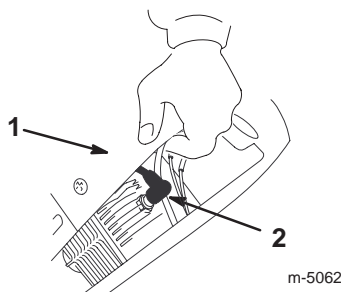

Bild 18
2. Befestigungsschrauben (2)
5. Heben Sie die Haube hoch und klemmen Sie das Zündkabel von der Zündkerze ab (Bild 18).